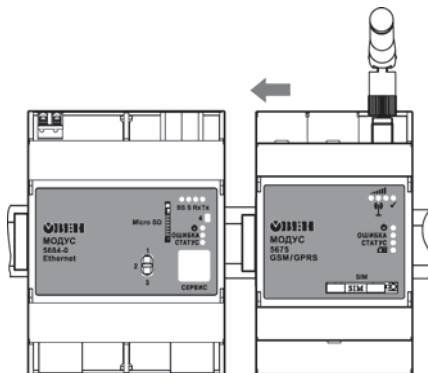

Рисунок 6.2
- обеспечить плотный контакт соединителей контроллера и других модулей, сдвинув их (рисунок 6.2);